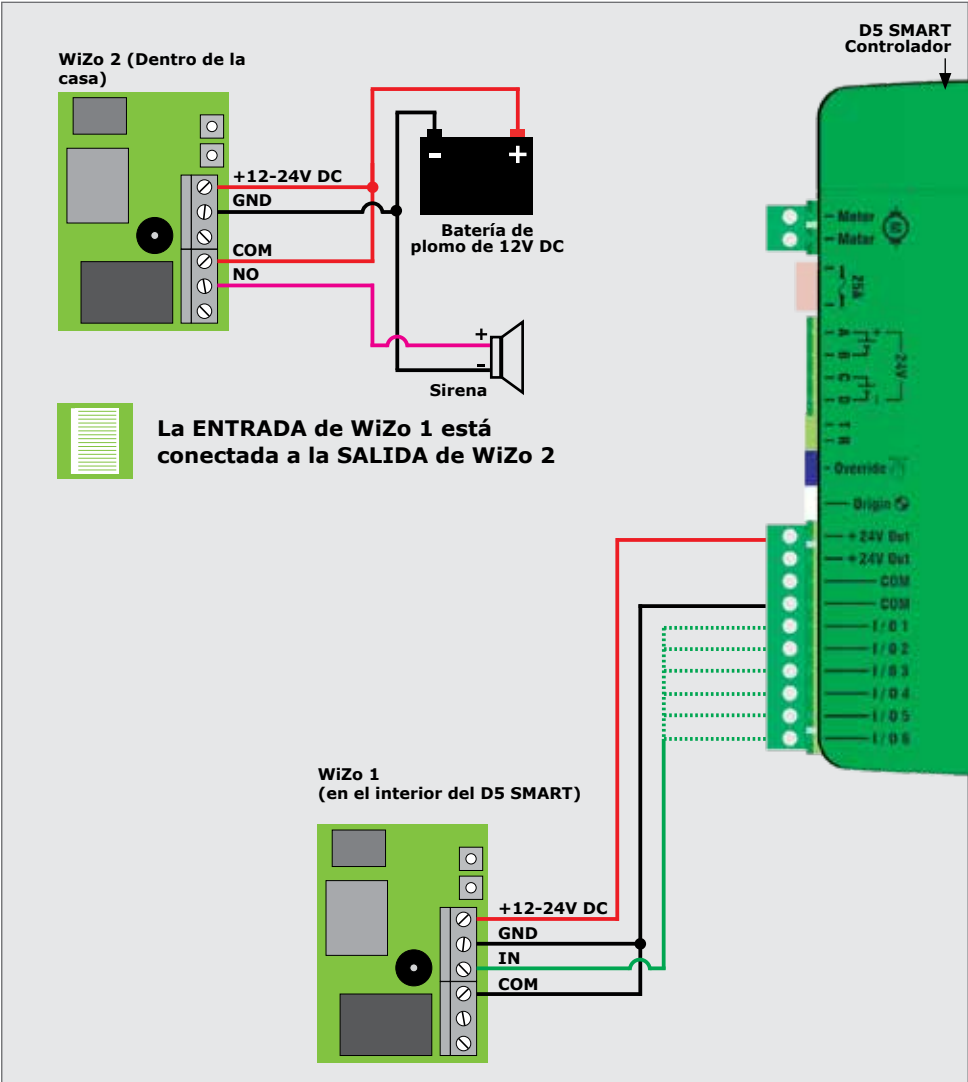

FIGURA 87. CONEXIÓN DE ALARMA ANTIRROBO CON DOS WIZOS
- El pulsador/ACT, (cable verde), en la Figura 87, puede ser conectado a la E/S 1 - E/S 6, dependiendo de las necesidades individuales del sitio.